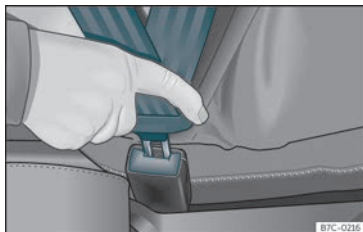

Fig. 9 Inserir la llengüeta del cinturó de seguretat en el seu tancament.
- Encasteu la llengüeta en el tancament del seient corresponent»»» **fig. 9**.